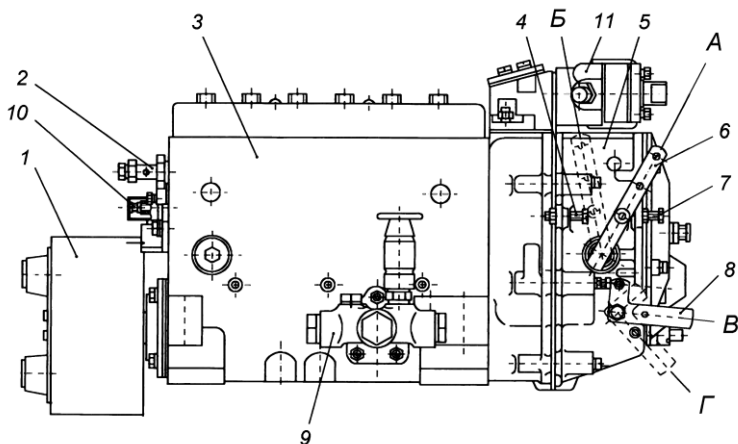
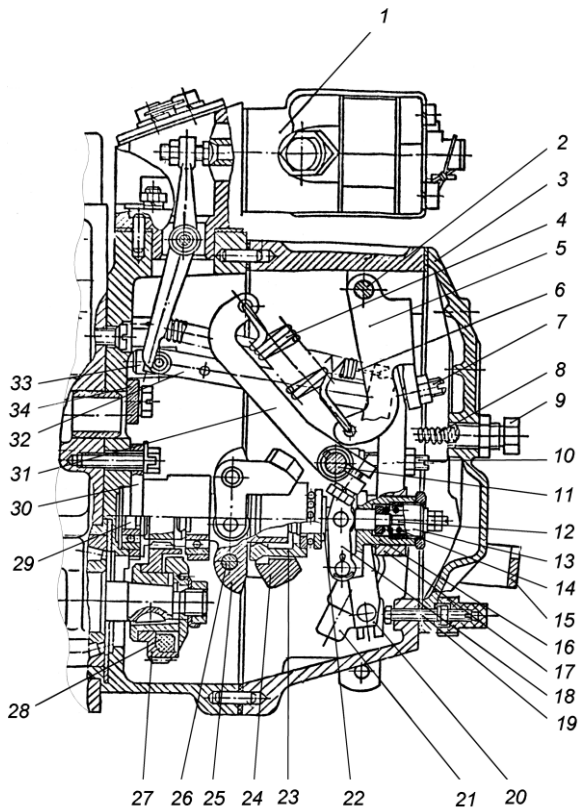
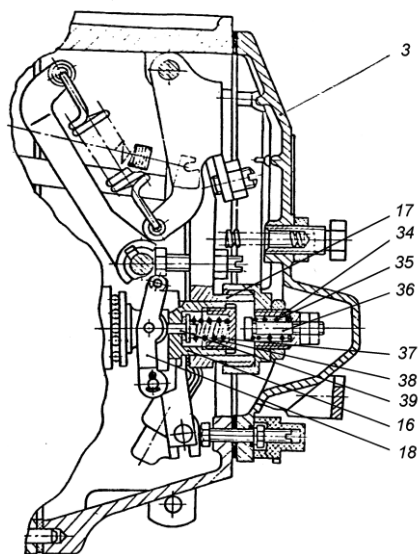

Рис. 25. Топливный насос высокого давления:
Рис. 26. Регулятор частоты вращения:
Рис. 27. Регулятор частоты вращения:
Топливный насос высокого давления в сборе с регулятором частоты вращения, топливоподкачивающим насосом и демпферной муфтой изображен на рис. 25.
Регулятор частоты вращения (рис. 26, 27) механический всережимный центробежного типа предназначен для поддержания заданного водителем скоростного режима работы двигателя путем автоматического изменения количества подаваемого топлива в зависимости от изменения нагрузки на двигатель.
Муфта 23 с упорной пятой 22 в сборе одним концом опирается на направляющую поверхность державки, а за второй конец подвешена на рычаге 18 корректора, закрепленном на втулке 16 рычага регулятора. Пята муфты грузов связана через узел отрицательного корректора с рычагом рейки 20 и через тягу 32 с рейкой топливного насоса. К верхней части рычага рейки присоединена пружина 6 рычага рейки, удерживающая рейку насоса в положении, соответствующем максимальной подаче, что обеспечивает увеличенную подачу топлива при пуске двигателя. В нижнюю часть рычага рейки запрессован палец, который входит в отверстие ползуна кулисы 21. Вал 11 рычага регулятора жестко связан с рычагом управления 6 (рис. 25) и рычагом пружины 31. Перемещение рычага управления регулятором ограничивается двумя болтами 4 и 7 (рис. 25). За рычаг пружины
31 (коротким зацепом) (рис. 26) и двуплечий рычаг 5 (длинным зацепом) зацеплена пружина регулятора 4, усилие которой передается с двуплечего рычага на рычаг регулятора через винт - 7 двуплечего рычага. В рычаг регулятора ввернут регулировочный болт 10, который упирается в вал рычага пружины и служит для регулировки номинальной подачи топлива. В нижней части рычаг регулятора снабжен боковой накладкой, удерживающей втулку 16 обратного корректора и упорную пятю 22 от проворота. Кроме того, хвостовик болта крепления боковой накладки, входя в боковой продольный паз втулки предохраняет ее от выпадания из расточки рычага. Упор 34, закрепленный на корпусе регулятора, не позволяет рычагу пружины 31 опасно приближаться к вращающейся державке грузов. В нижней части рычага регулятора расположены корректирующие устройства, предназначенные для формирования внешней скоростной характеристики ТНВД и крутящего момента двигателя. ТНВД 133-20 оснащен отрицательным корректором (рис. 26), а ТНВД 133-30 – комбинированным корректором (рис. 27). Для полного выключения подачи топлива служит механизм останова, состоящий из кулисы 21, скобы 15 и возвратной пружины. Во время работы кулиса прижата усилием возвратной пружины к регулировочному винту 19.
грузов 23 рычаг рейки 32 до упора втулки 16 (рис. 27) отрицательного корректора в положительный корректор 36. Далее, преодолевая сопротивление буферной пружины 8, грузы перемещают вправо всю систему рычагов и рейку ТНВД до установления цикловой подачи секции ТНВД, соответствующей минимальному скоростному режиму (режиму минимальной частоты вращения холостого хода).
Корректоры, установленные на рычаге 17 регулятора (рис. 26 и 27), обеспечивают изменение цикловой подачи в зависимости от частоты вращения коленчатого вала.
Положительный корректор 34, 35, 36 (рис. 27) обеспечивает постоянное увеличение подачи топлива при уменьшении частоты вращения коленчатого вала двигателя от номинальной до  $1300+50 \text{ мин}^{-1}$  и тем самым обеспечивают тяговую характеристику двигателя в зоне максимального крутящего момента.
Отрицательный корректор ТНВД 133-30 (16, 18, 37, 38, 39 рис. 27), обеспечивает постепенное уменьшение цикловой подачи топлива при уменьшении частоты вращения коленчатого вала двигателя от 1300 мин-1 до 1000 мин-1 и тем самым обеспечивает бездымную работу двигателя.
Отрицательный корректор ТНВД 133-20 (12, 13, 14, 16, 18 рис. 26) обеспечивает постепенное уменьшение цикловой подачи топлива при уменьшении частоты вращения коленчатого вала двигателя от номинальной до 1000 мин-1.
- 1 Минимальная частота вращения холостого хода регулируется болтом 7 (рис. 25) и корпусом буферной пружины 9 (рис. 26);
- 2 Максимальная частота вращения холостого хода (начало выброса рейки) регулируется болтом 4 (рис. 25).
- 3 Номинальная мощность (подача) регулируется болтом 10, подрегулируется винтом 19 (рис.26).
- 4 Максимальный крутящий момент (для ТНВД 133-30) подрегулируется корпусом пружины корректора 34 (рис. 27).
- 5 Предварительное натяжение пружины (разность оборотов конца и начала выброса рейки) регулируется винтом 7 (рис. 26).
для ТНВД 133-20 - гайкой корректора 12 (рис. 26);
для ТНВД 133-30 - шайбами между упором 39 и втулкой 16 корректора (рис. 27).
для ТНВД 133-20 - корпусом корректора 13 (рис. 26);
для ТНВД 133-30 - шайбами между пружиной 38 и пробкой 37 корректора (рис. 27).